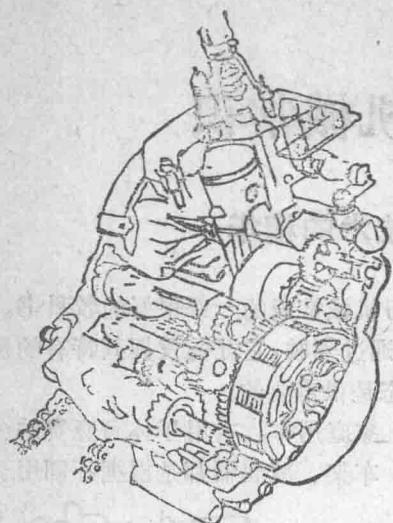

图2 本田 MTX200R
② 单缸风冷式两冲程发动机是最简单的机型，但本机采用水冷方式实现高功率，将高级机械技术引进吸排气系统，防止中低速时扭矩减弱。根据用户的不同爱好，有的机种也采用向气缸盖输送冷风的强制风冷方式(图2)。